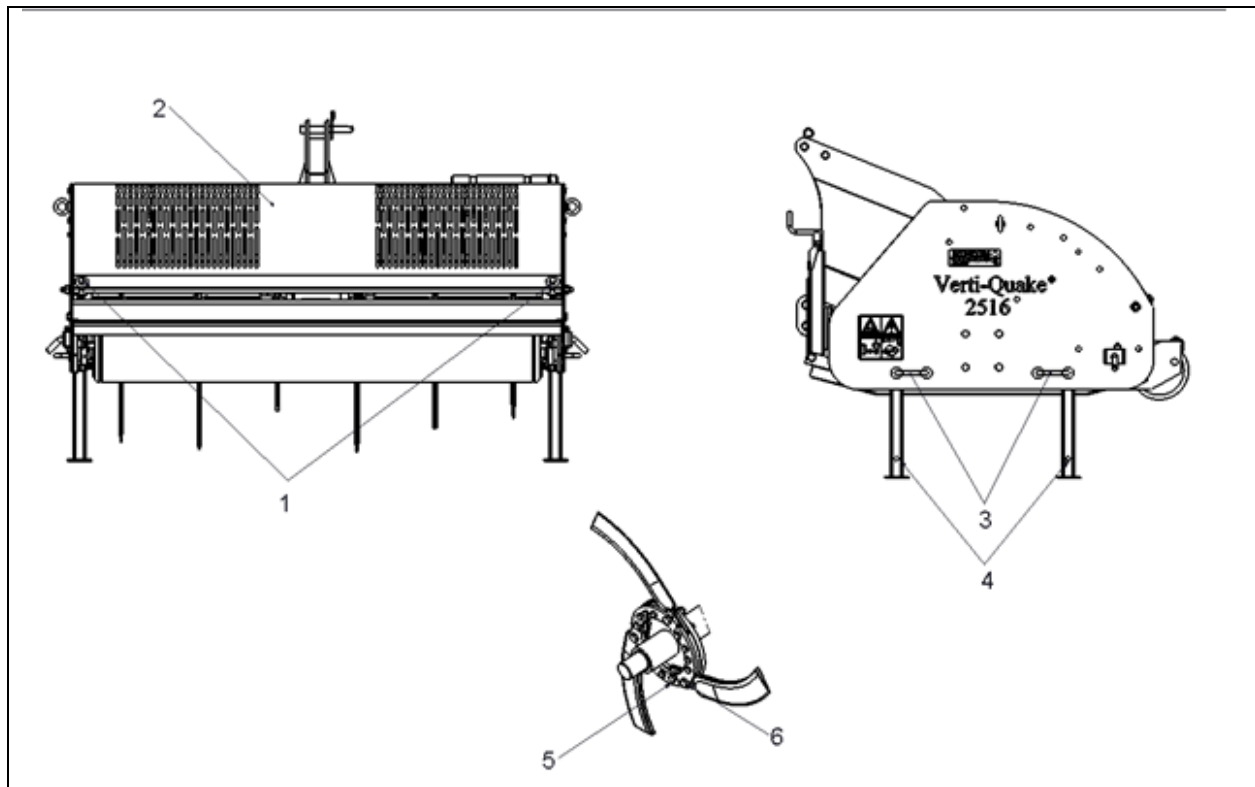

Fig. 8
1. Aprire il pannello di accesso (2) per risolvere i bulloni (1) e il portello di accesso per alzare. (fig. 8)
12. Chiudere il pannello di accesso (2) e certamente questo per mezzo di ruoti bulloni (1). (fig. 8)